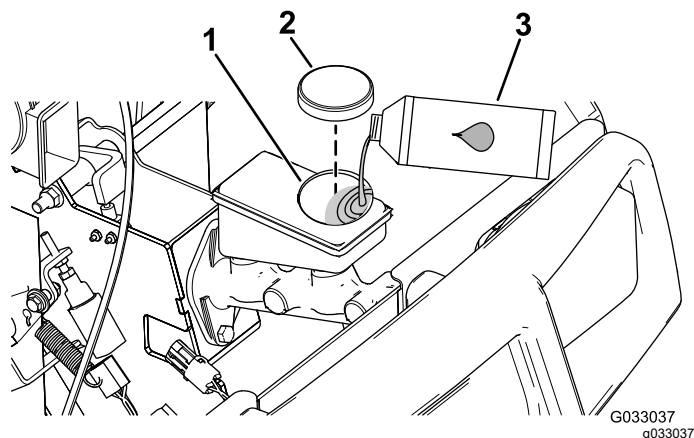

Figura 65
- 4. Eleve novamente o capot para aceder ao cilindro principal do travão e reservatório (Figura 65).
- A. Limpe a zona em redor da tampa do reservatório e retire-a (Figura 65).
- C. Coloque a tampa do reservatório (Figura 65).